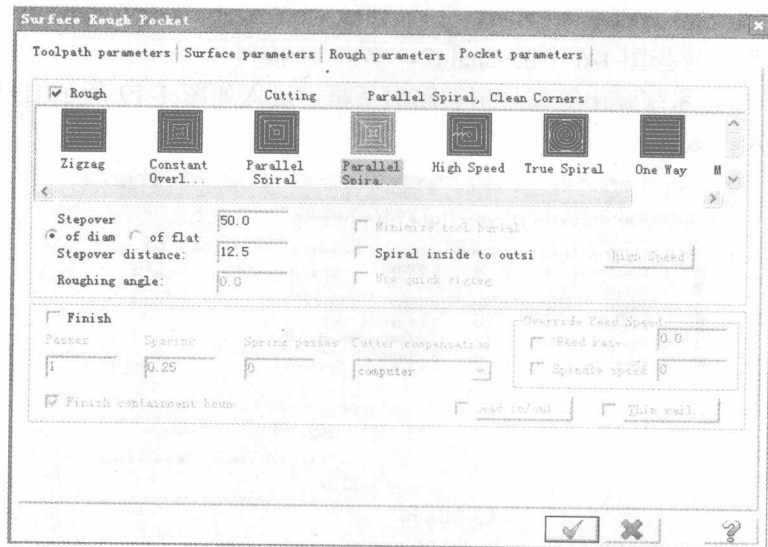

图 1-17 设置挖槽参数
⑧ 单击曲面挖槽刀路中 **Pocket parameters** 对话框，设置挖槽参数，如图 1-17 所示。